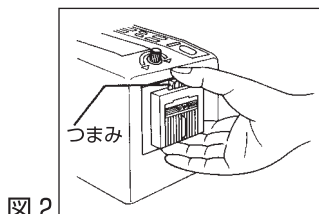

図2
2. オートフィードカッターユニットの上のつまみを押さえながら手前に引くと、はずれます。(図2)